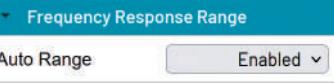

Рис. 16. Вікно вибору автоматичного встановлення діапазону частот аналізу
- автоматичний вибір смуги частот аналізу (рис. 16);